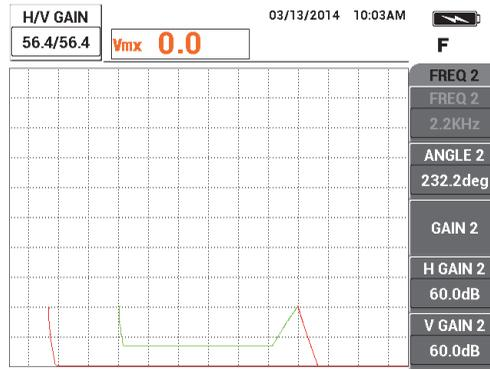

Figura 5-120 Ajuste de la amplitud de la señal de frecuencia 1
8. Pulse la tecla GAIN (**dB**) y, después, ajuste la amplitud de la señal de frecuencia 1 para mantenerla precisamente a 6 divisiones del punto nulo (al lado izquierdo). Vea la Figura 5-120 en la página 232.